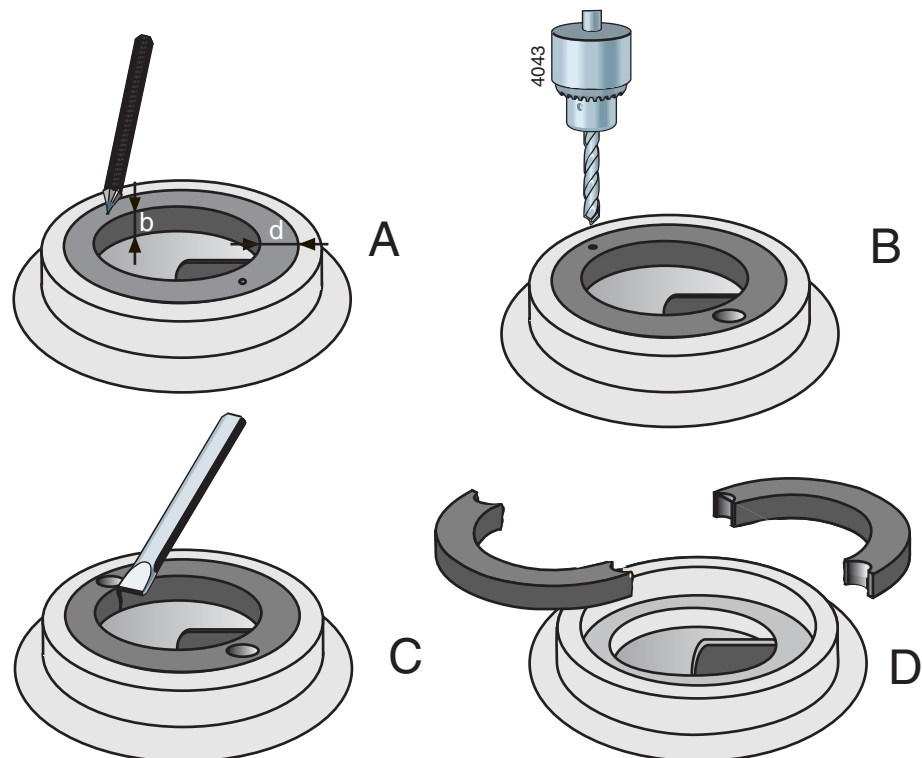

Abbildung 19: Entfernen des Spaltrings.
- 1 Die Dicke (d) und Breite (b) des Ringes messen, siehe Abbildung 19 A.
- 2 An zwei einander gegenüberliegenden Stellen in der Mitte des Rands des Ringes ein kleines Zentrierloch schlagen, siehe Abbildung 19 B.
- 3 Mit einem Bohrer mit einem etwas kleineren Durchmesser als die Dicke (d) des Ringes zwei Löcher in den Ring bohren, siehe Abbildung 19 C. Nicht tiefer ausbohren als die Breite (b) des Ringes. Achten Sie darauf, dass der Passrand des Pumpengehäuses nicht beschädigt wird.
- 4 Danach mit einem Meißel die restliche Ringdicke durchschlagen. Der Ring kann jetzt in zwei Teilen aus dem Pumpengehäuse herausgenommen werden, siehe Abbildung 19 D.